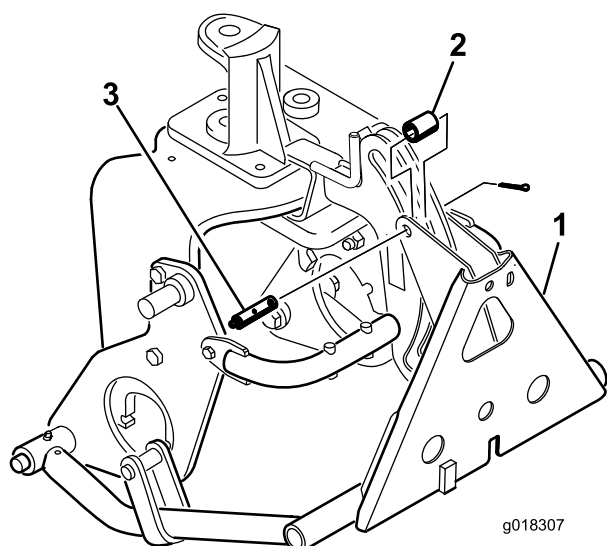

Figura 12
un anello di ritenuta (Figura 12). Le aperture del cilindro idraulico devono essere posizionate in avanti.
- Montare l'asta del cilindro sulle cinghie del braccio di spinta con un perno e 2 anelli di ritenuta (Figura 12).